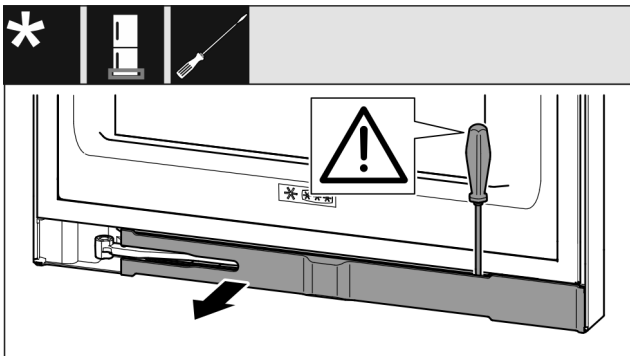

Fig. 11
- Blende mit Schlitzschraubendreher ausrasten und zur Seite schwenken *Fig. 11 (1)*.